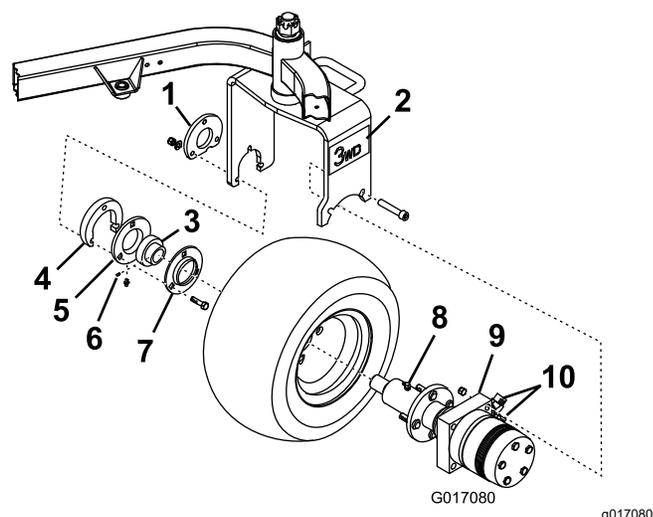

Рисунок 2
1. Присоедините 2 фитинга (45°) сбоку гидромотора-колеса в сборе (Рисунок 2).
2. Удалите масленку с нового гидромотор-колеса со ступицей в сборе (Рисунок 2).
5. Установите фланцы и подшипник на конец вала гидромотор-колеса, как показано на Рисунок 2.
**Примечание:** Убедитесь, что гидромотор-колесо с гидравлическими фитингами направлено к задней части машины (Рисунок 2).
7. Свободно закрепите гидромотор-колесо внутри вилки двумя винтами с головкой под торцевой ключ и двумя контргайками (Рисунок 2).
**Примечание:** Масленка должна находиться в нижнем положении на фланце (Рисунок 2).
- Нанесите наклейку трехколесного привода с каждой стороны вилки колеса (Рисунок 2).